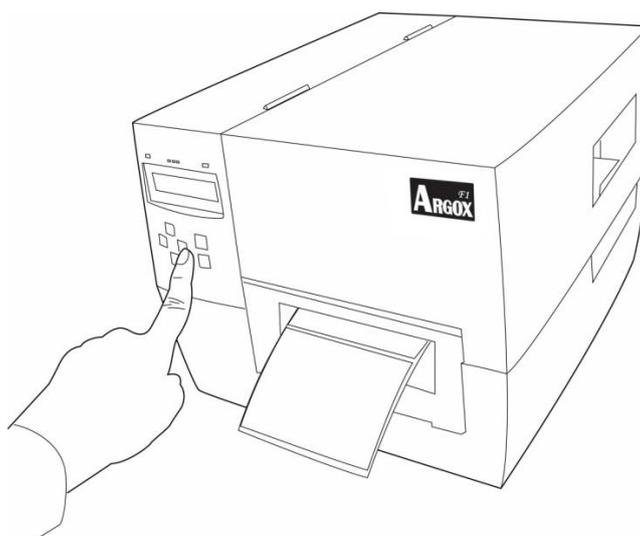

Figura 14
77. Cierre la cubierta superior y presione el botón de ALIMENTACIÓN si la impresora ya está encendida. (Figura 14)